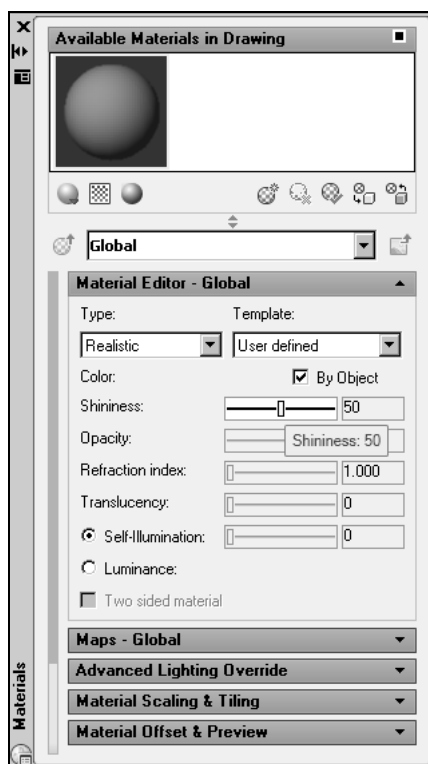
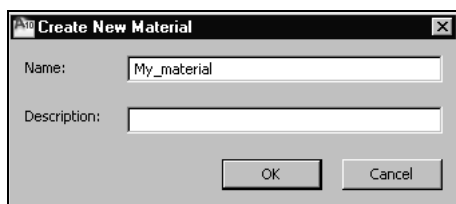

Рис. 13.4. Палитра редактора материалов **Materials**
Рис. 13.5. Диалоговое окно **Create New Material**
1. Вызовите палитру редактора материалов **Materials** (Материалы) (рис. 13.4), воспользовавшись любым из указанных ниже способов.
2. В палитре **Materials** (Материалы) (см. рис. 13.4) щелкните кнопку  **Create New Material** (Создание нового материала). Появится одноименное диалоговое окно (рис. 13.5).
2. Нажмите кнопку  **Create New Material** (Создание нового материала) в диалоговом окне редактора материалов **Materials** (Материалы) (см. рис. 13.4). Появится одноименное диалоговое окно (см. рис. 13.5).